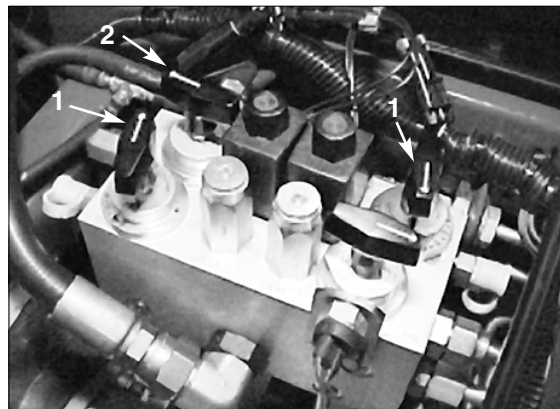

Figure 14
3. Trouvez les boutons de sélection de vitesse des cylindres et de rodage (Fig. 14). Tournez le(s) bouton(s) de rodage requis en position de rodage et le(s) bouton(s) de sélection de vitesse des cylindres en position "1."
3. Trouvez les boutons de sélection de vitesse des cylindres et de rodage (Fig. 14). Tournez le(s) bouton(s) de rodage requis en position de rodage et le(s) bouton(s) de sélection de vitesse des cylindres en position "P."